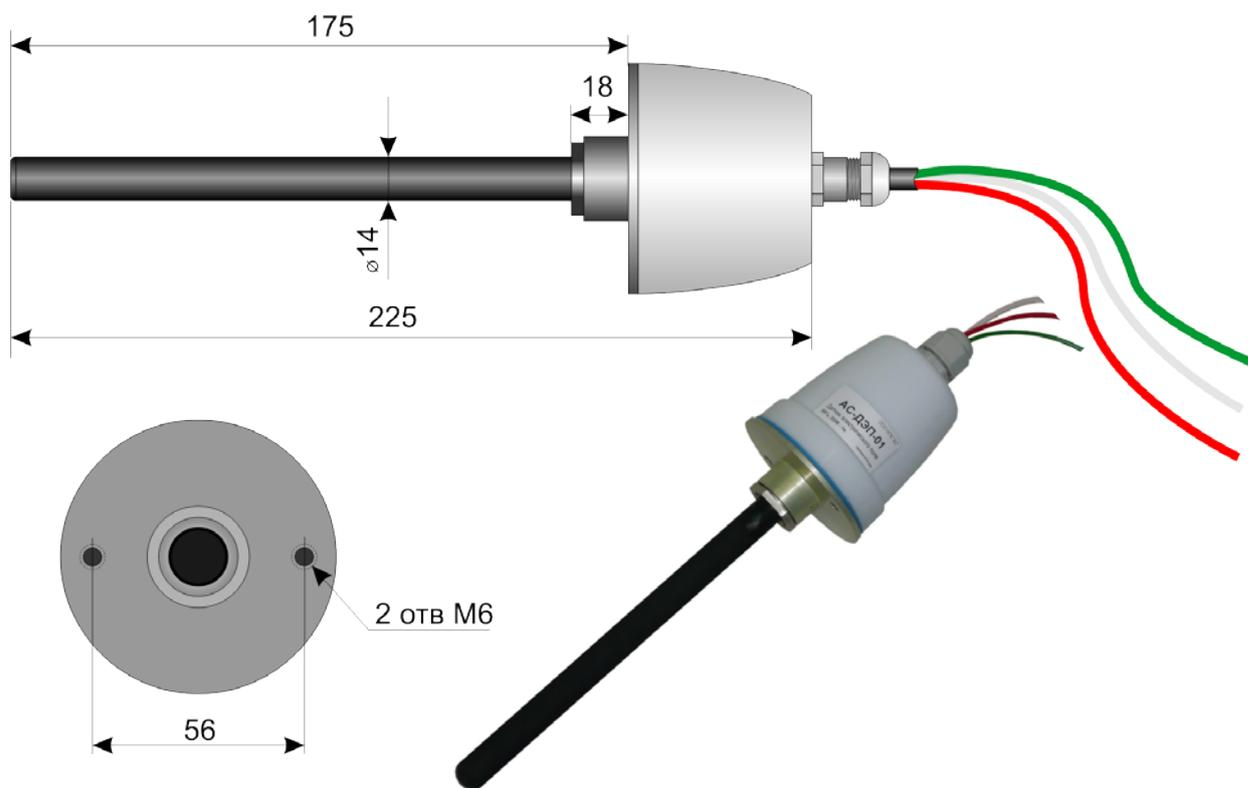

Рис. 7
6.7. Датчик электрического поля, рис.7, реагирует на электрическое поле, наводимое электросетями переменного тока 50Гц, выдавая сигналы запрета при превышении напряженностью поля заданной величины. Размещается на оголовке стрелы, защищен от ударов и излома при столкновении с препятствиями, не реагирует на сигналы телевизионных, тропосферных, радиорелейных и т.п. станций.